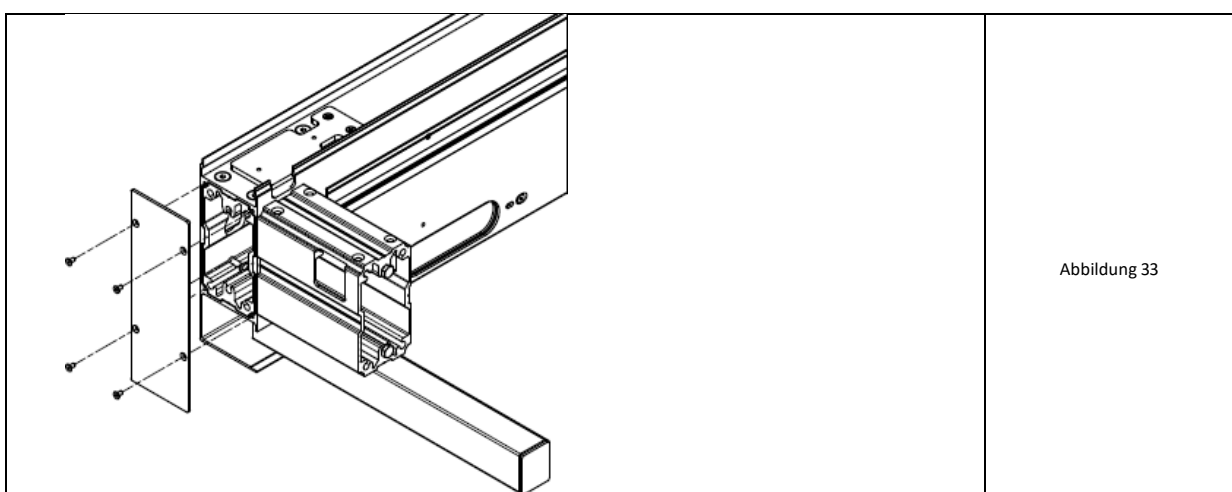

Abbildung 33
9. Befestigen Sie am Ende des Querträgers auf der Seite des montierten Winkelüberlaufs die Abdeckkappe 85x245. Jeweils mit 4 Schrauben M4x8 (Abb. 33).